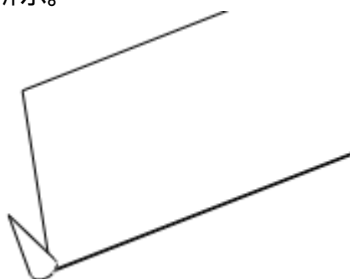

图 38-7
- (4) 单击 ，完成草图绘制返回特征操控板，设定旋转角度为  $360^\circ$ ，单击 ，完成特征的建立，如图 38-7 所示。